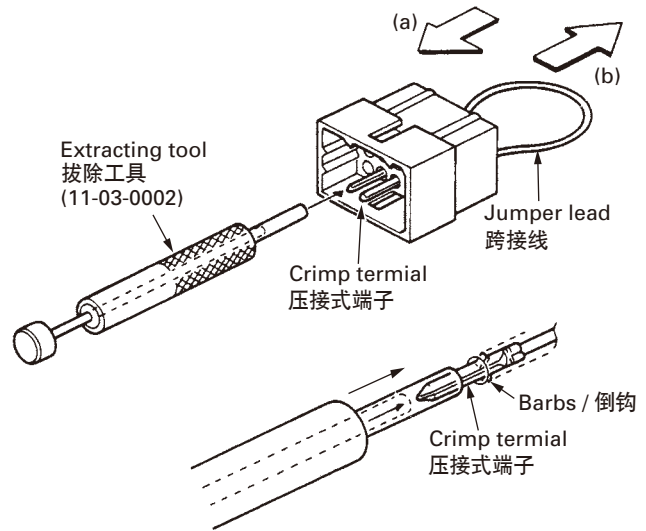

Fig. 1-2 / 图 1-2
##### Removing the jumper lead (Fig. 1-2)
2. 用拔除工具从连接器壳的第 9 和 12 孔中拆下带跳线的端子。拆下跨接线 (图 1-2)